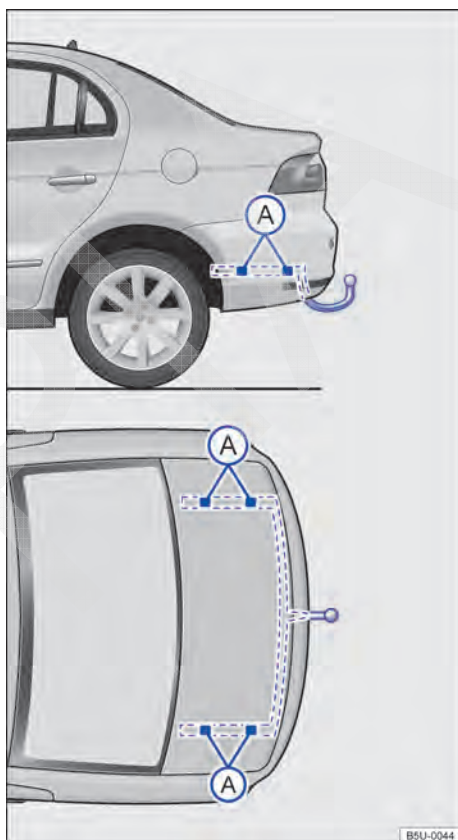

Fig. 79 Pontos de fixação para instalar um dispositivo de reboque posteriormente.
A figura → Fig. 79 ilustra, como exemplo, o ponto de fixação para instalar um dispositivo de reboque do modelo Novo Voyage.
A montagem posterior de um dispositivo de reboque deverá ser efetuada de acordo com as instruções do respectivo fabricante do engate, sempre respeitando os pontos de fixação indicados na → Fig. 79 (A).